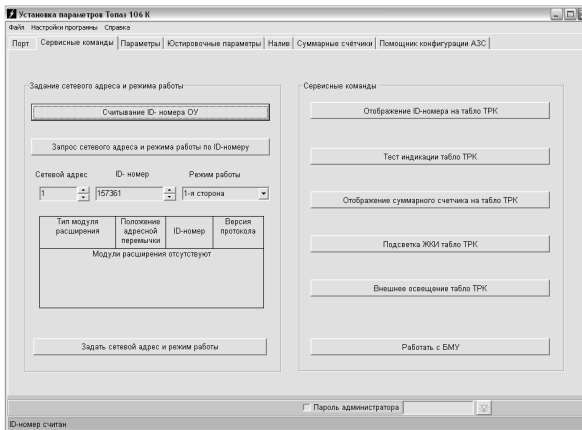

Рисунок 2
7.2 На вкладке "Сервисные команды" производится настройка сетевых адресов и режимов работы рукавов устройства по их ID-номерам (рисунок 2).